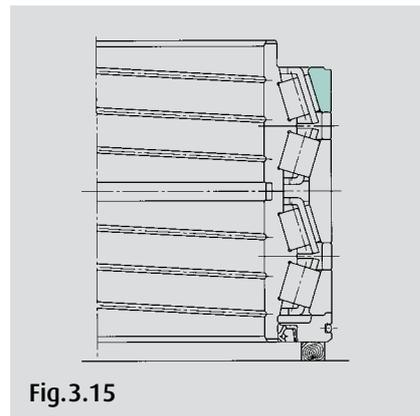

Fig. 3.15
16. Assicurarsi che i numeri delle posizioni di carico coincidano fra loro e assemblare saldamente fino a quando la coppa non è ben a contatto con il distanziale. (Fig. 3.15)